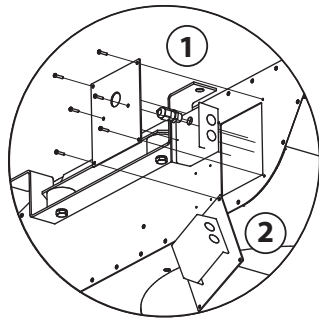

Fig. 5. Toegang tot aansluitdoos
- Maak de vier schroeven van de plaat (1, fig. 5) los.
- Verwijder, draai en bevestig de afscherming (2, fig. 5). Houd de aansluitdoos en de afscherming samen.
de aansluitdoos vergemakkelijken (fig. 5).
- 7 Sluit de motorkabel aan op de aansluitdoos en installeert hem samen met de afscherming (fig. 5).